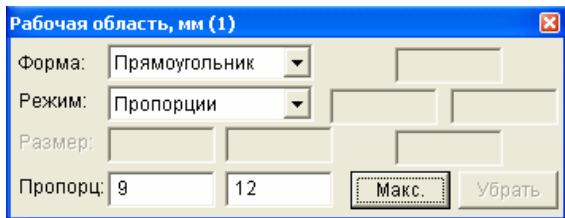

Рис. 3.3. Панель «Рабочая область».
- * В программе Grave открыть панель «Рабочая область» командой меню «Окна/ Рабочая область» - см. Рис. 3.3.